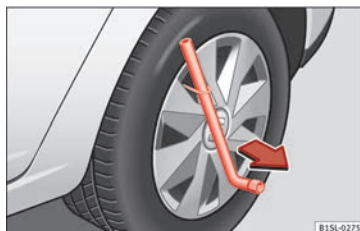

Fig. 125 Desmontar el tapacubos integral.
- Introduzca la llave para las ruedas en el gancho de alambre »» **fig. 125** y tire del tapacubos en el sentido que indica la flecha.